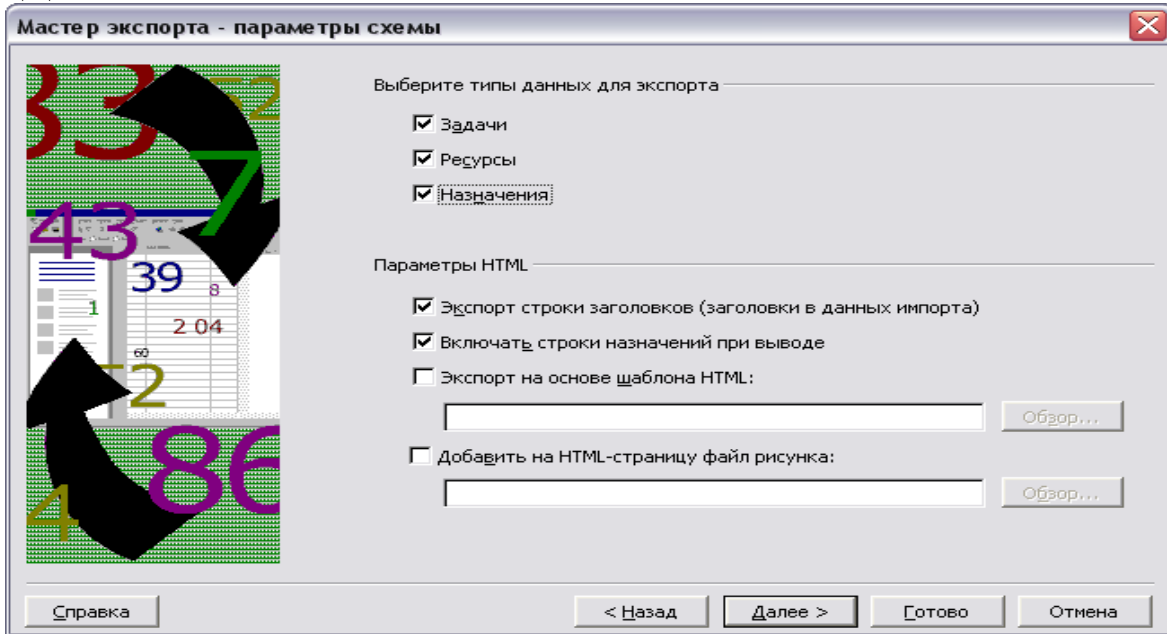

Рис. 36. Параметры схемы
2. Сохранить проект ФПК по другой схеме – выбрать в окне Мастера схему «Отчет “Дела по исполнителям”», через кнопку «Далее» открыть следующее окно мастера – рисунок 36. Выбрать тип данных и параметры, указанные на рисунке и нажать кнопку